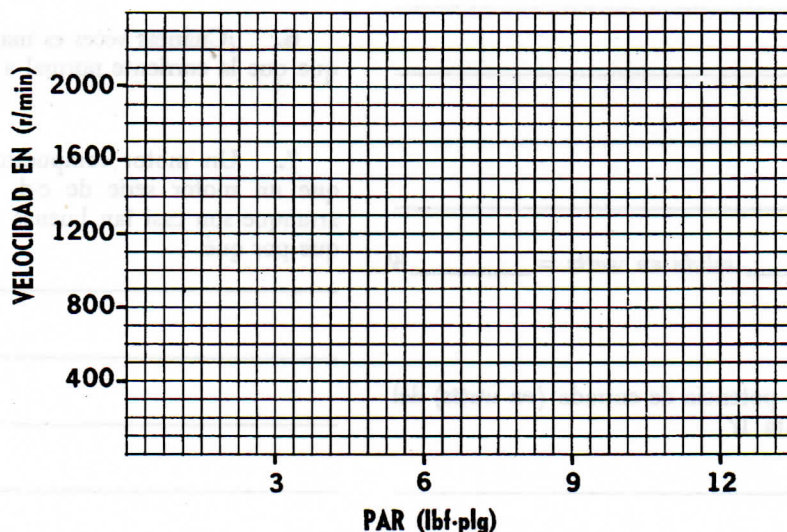

Figura 26-3
- ☐ 8. a) En la gráfica de la *Figura 26-3*, marque los valores de velocidad de motor obtenidos en la *Tabla 26-1*.